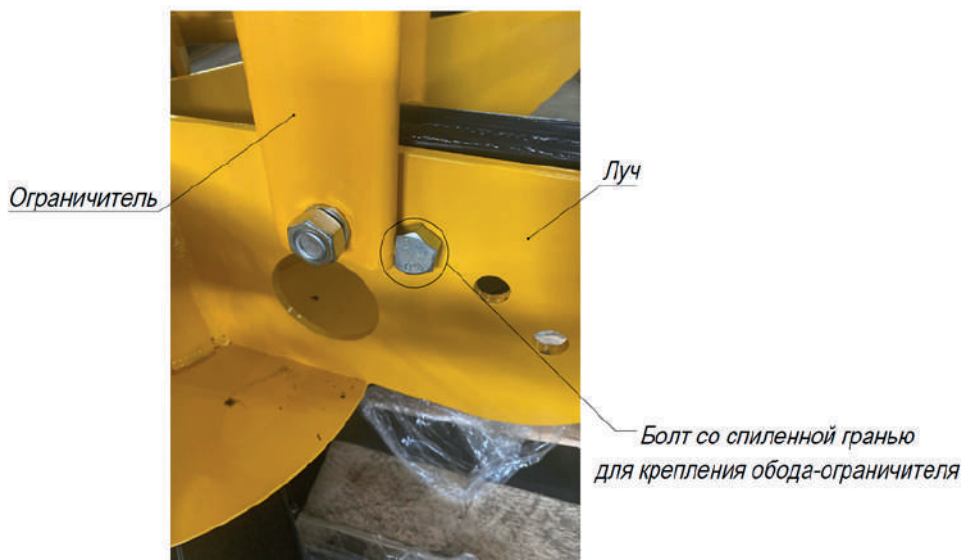

Рис. 10. Расположение ограничителя слева от отверстия для крепления обода-ограничителя
1. При установке ограничителя в отверстие, находящееся слева от отверстия для крепления обода-ограничителя, разверните болт спиленной гранью к ограничителю (налево) (см. рис. 10);